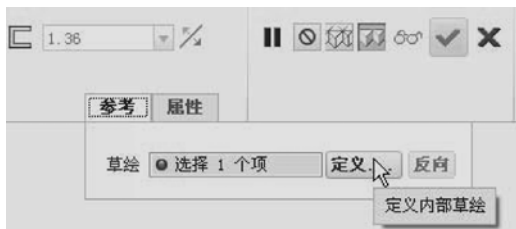

图 4-30 打开“参考”面板
- 3 在“轮廓筋”选项卡中选择“参考”标签，从而打开“参考”面板，如图 4-30 所示，在该面板中单击“定义”按钮，弹出“草绘”对话框。